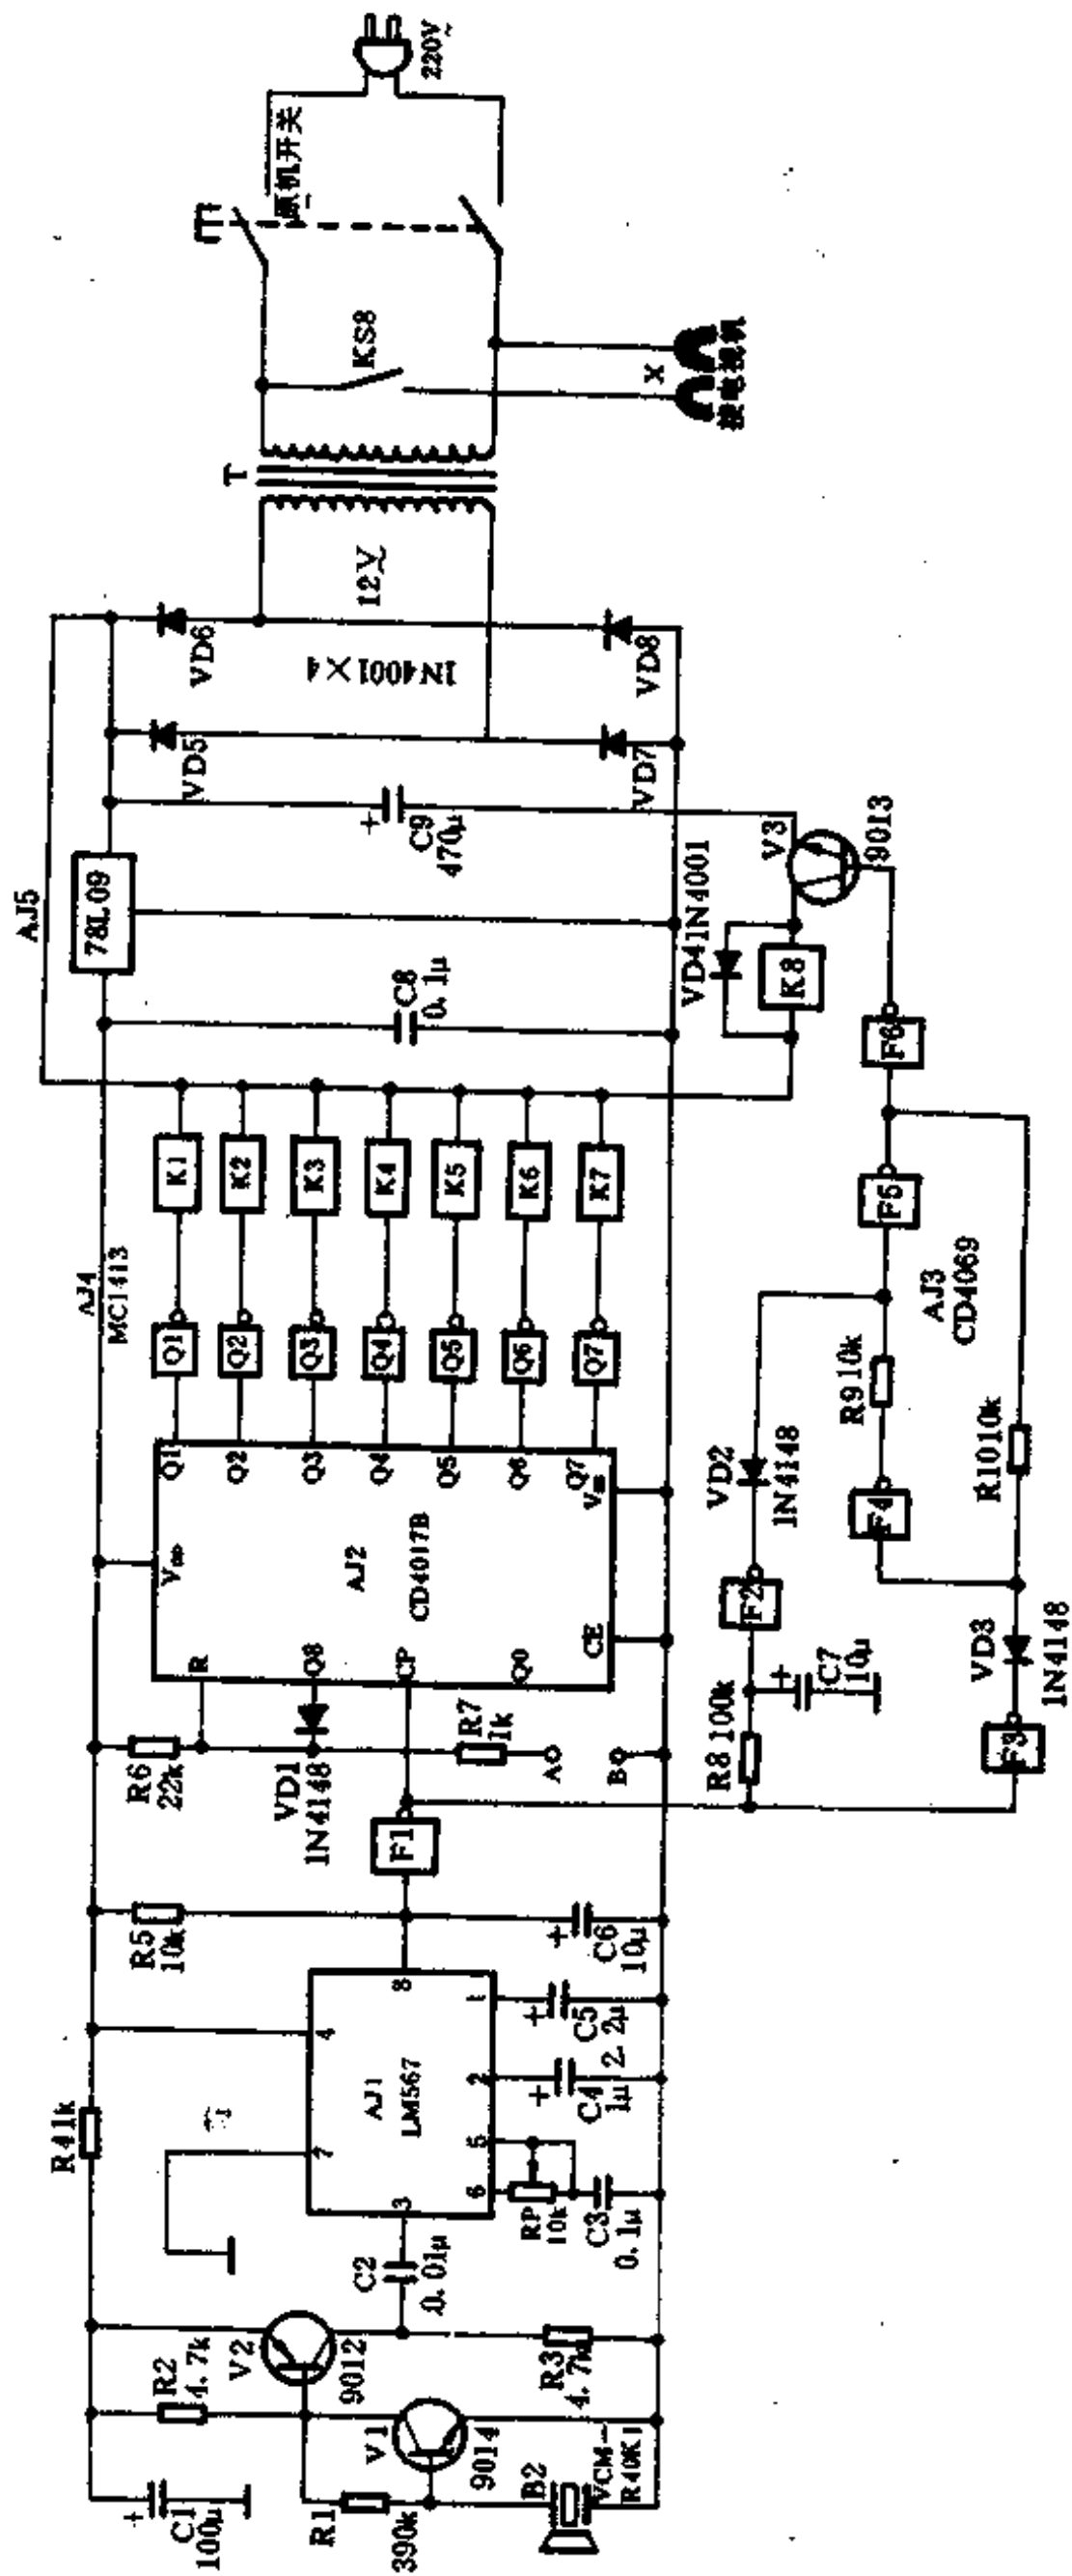
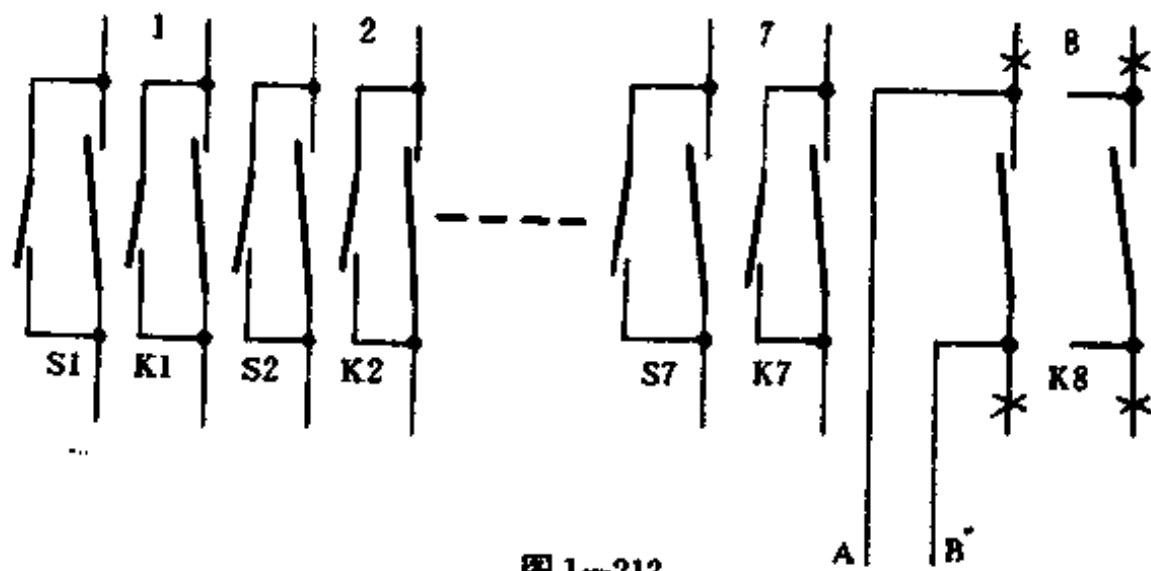
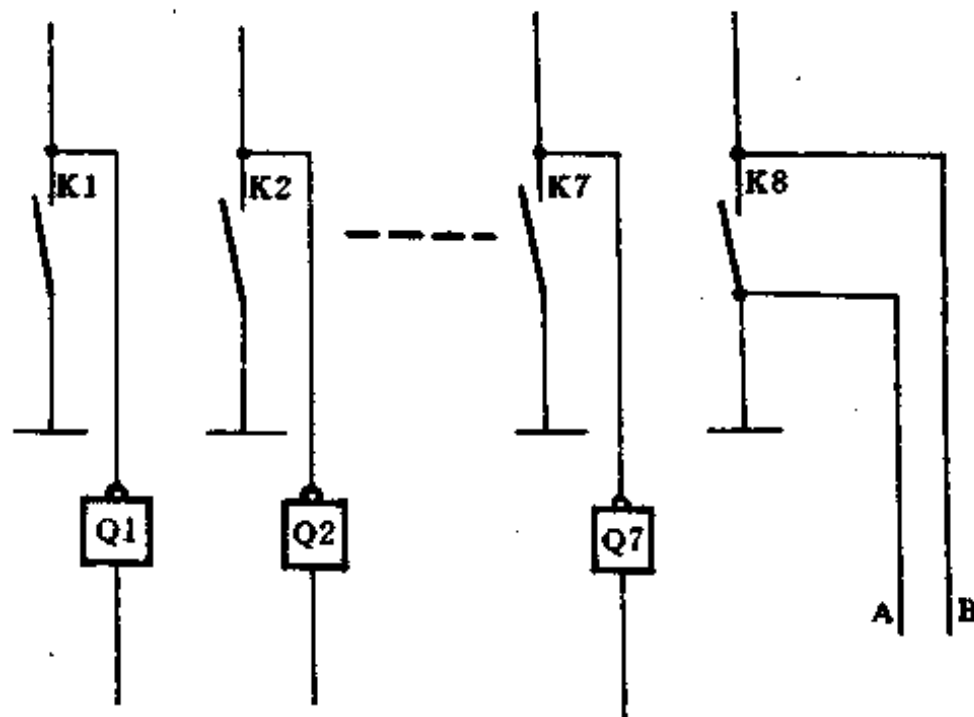

图 1-211
图 1-212
图 1-213
超声波接收器的电路工作原理如图 1-211 所示。为了提高抗干扰性能,该电路使用了一块 LM567 锁相环音频译码集成电路。其⑤、⑥脚外接电阻、电容确定了 AJ1 内部压控振荡器的中心,频率  $f_0=1/(HRPC3)$ ,调整 RP 可使输入信号频率在音频译码器的解调范围之内。超声波接收传感器 B2 进行声电转换,当 B2 接收到  $40kHz$  的超声波遥控信号时,便产生谐振,信号经三极管 V1、V2 组成的直耦式放大电路放大,由电容器 C2 耦合至 AJ1 的③脚,音频译码器将其解出,在第⑧脚输出低电位。反相器 F1 和 R5、C6 构成整形反相电路,其输出电平极性完全符合可靠触发 AJ2(CD4017)计数的要求。AJ2 和驱动器 Q1~Q7,继电器 K1~K7 组成选台电路。K1~K7 采用双组触点继电器,其触点直接并接到电视机选台双刀按键开关上,连接方法如图 1-212 所示。如果电视机选台开关是单刀按键开关时,K1~K7 继电器可省去不用,用 AJ4(Q1~Q7)作选台开关,其连接方法如图 1-213 所示。该电路可遥控七个电视机频道,第八个选台开关在这里仅作遥控、手控选择用,原有接线要用刀刻断,图 1-211 中 A、B 端接到第八个选台开关上,按下第八个选台开关时为遥控选台。AJ2 复位端通过电阻 R7 接地呈低电位。这时 AJ2 的 CP 端每输入一个正脉冲,输出端高电平就移动 1 位。输入 8 个脉冲完成一次循环。第八个选台开关复位时为手控选台,AJ2 的 R 端呈高电位,CD4017 复位,仅 Q0 端输出高电平,由于该端悬空,故继电器 K1~K7 均不工作,对手控选台无影响。AJ4(Q1~Q7)的特点是内有输入限流电阻和输出保护二极管,驱动电流大,并简化了电路。